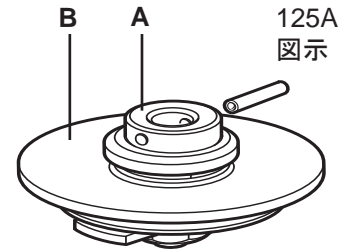

図 6
- ・ (図6参照) プリ・リフティング・プラグ (A) は、まず最初に開き始めパイロット・バルブとして作動し、一定割合の圧力まで逃がします。
- ・ バルブの一次、二次側の差圧が減少するに従い、メイン・バルブ・プラグ (B) が持ち上がり、シートから離れます。